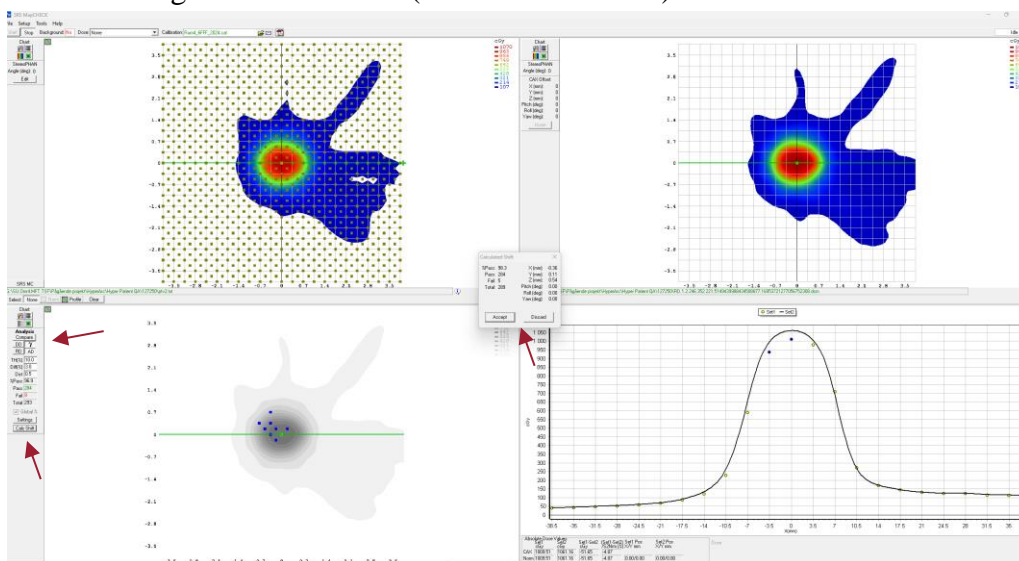

Bild 7. De föreslagna förflyttningarna skall vara $\leq 0,7$ mm.
- Kontrollera vilken förflyttning programmet föreslår genom att klicka på "Calc Shift". De föreslagna förflyttningarna skall vara $\leq 0,7$ mm (Bild 7) och avgränsade till XYZ (dvs. inte rotationer).